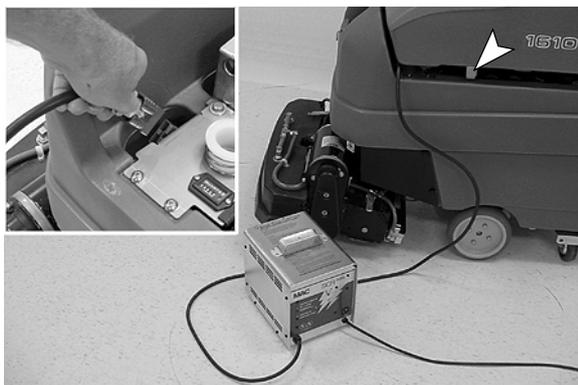

ABB. 25
5. Schließen Sie das Gleichstromkabel des Ladegeräts an den Batterieanschluss unter dem Schmutzwassertank an (Abbildung 25). Stellen Sie den Schmutzwassertank auf der Stütze ab, um eine ausreichende Lüftung beim Laden zu gewährleisten.